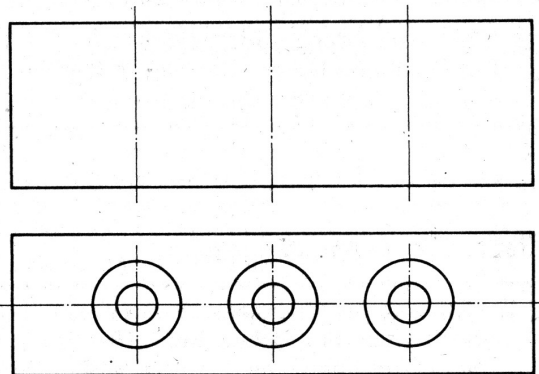

Bild 46.2. Lochplatte
- ② Ergänze die Hauptansicht der *Lochplatte* in Bild 46.2. als Vollschnitt! Die Doppelkreise in der Ansicht von oben entsprechen drei unterschiedlichen Einarbeitungen.